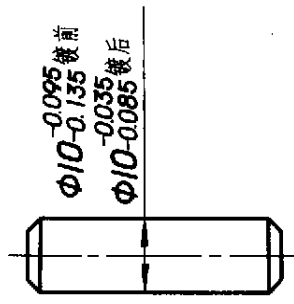

图 53
5.3.4 必要时可同时标注镀涂前和镀涂后的尺寸，并注写“镀（涂）前”和“镀（涂）后”字样（图 53）。